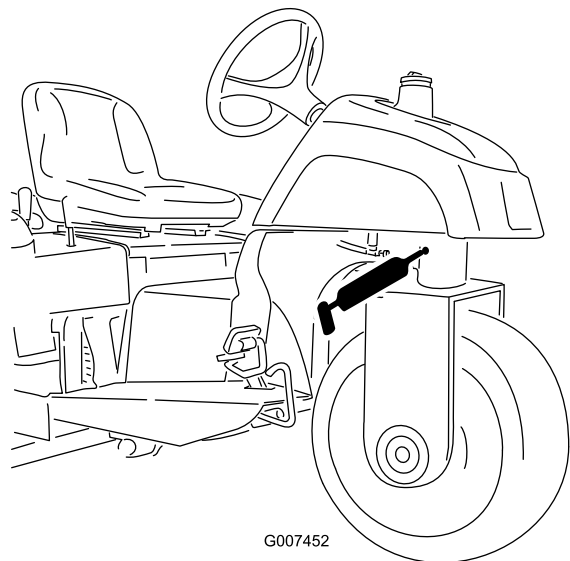

Figura 26
- Perno dello sterzo (Figura 26)
Nota: Il raccordo piano sul perno dello sterzo (Figura 26) richiede un adattatore per l'ugello della pistola d'ingrassaggio. Ordinate il componente Toro n. cat. 107-1998 presso il vostro distributore Toro autorizzato.